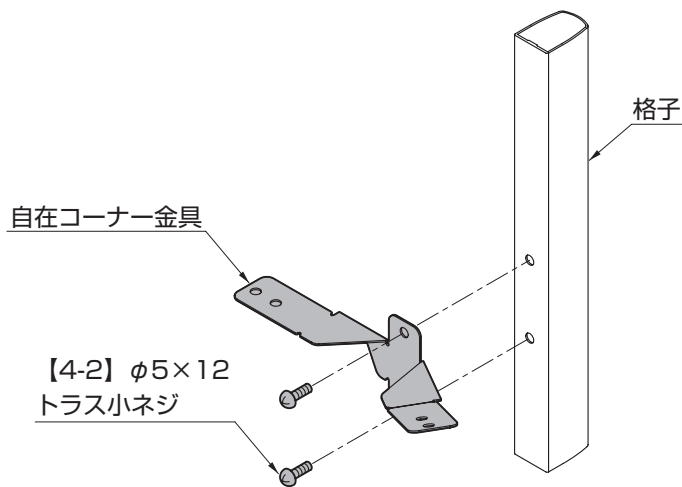

図4-2 自在コーナー金具と格子の取付け
- ② 自在コーナー金具を、【4-2】で格子に取付けてください。（図4-2参照）